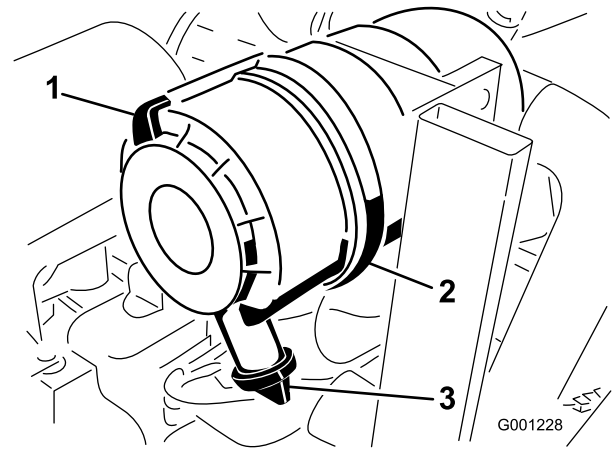

Figura 46
1. Tire hacia fuera del enganche y gire la tapa del limpiador de aire en el sentido contrario a las agujas del reloj (Figura 46).
2. Retire la cubierta de la carcasa del limpiador de aire (Figura 46).
8. Instale la cubierta orientando la válvula de salida de goma hacia abajo—entre las 5:00 y las 7:00 aproximadamente visto desde el extremo (Figura 46).